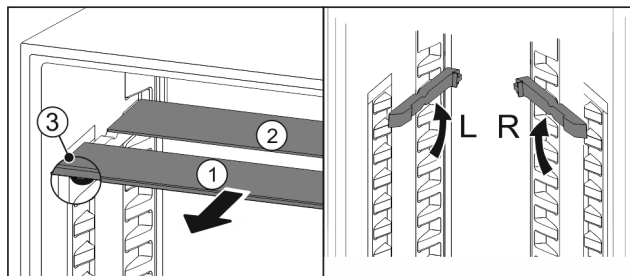

Fig. 107
- ▶ 将玻璃隔板逐个向前拉出 Fig. 107 (1)。
- ▷ 带装饰条的玻璃隔板 Fig. 107 (1)在前。
- ▷ 阻挡装置 Fig. 107 (3)指向下方。